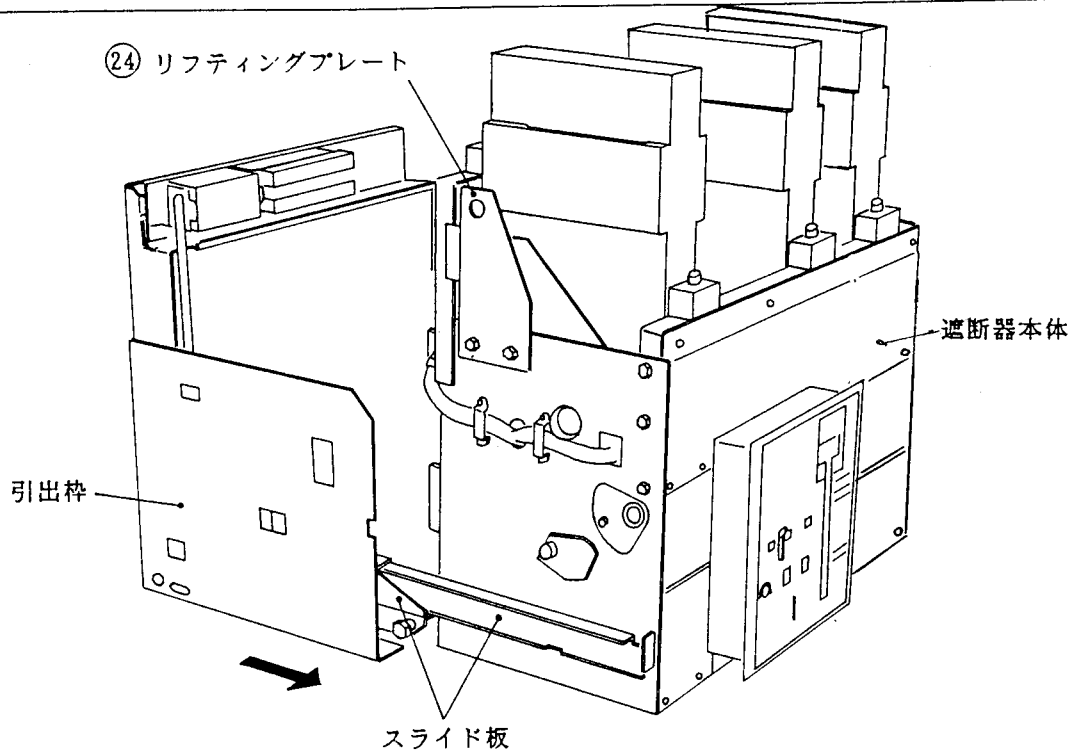

図21. 遮断器の取出し
- 2) リフティングプレート(図21 ②4)にワイヤロープを掛けてから、左右の引出ストッパーを下げロックを解除し、遮断器本体側と引出枠側のスライド板の係合を外し遮断器を上方に吊り上げるか、遮断器専用リフター(オプション)を使用して引出枠より取出して下さい。